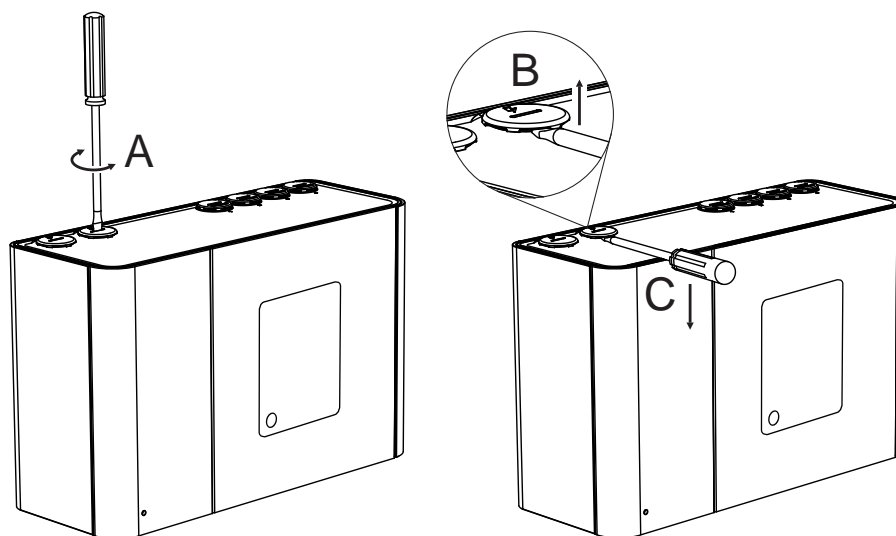

Рис. 4-2: Снятие заглушек вводов для кабелей и входных отверстий труб
- При необходимости извлеките заглушки кабельных и трубных вводов. Для удаления заглушек кабельных вводов вставьте большую отвертку в большое гнездо и поверните (A) ее или вставьте маленькую отвертку в боковые гнезда (B) и используйте ее в качестве рычага (Рис. 4-2). Чтобы не повредить корпус, в качестве опоры для отвертки используйте край извещателя (C).